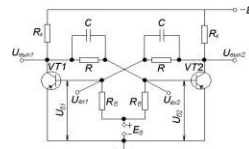

Рис. 1.18
18. Показать по схеме симметричного триггера с внешним источником смещения (рис.1.18) путь прохождения тока при закрытом состоянии транзистора VT2. Начертить временную диаграмму $U_{k1}(t)$.